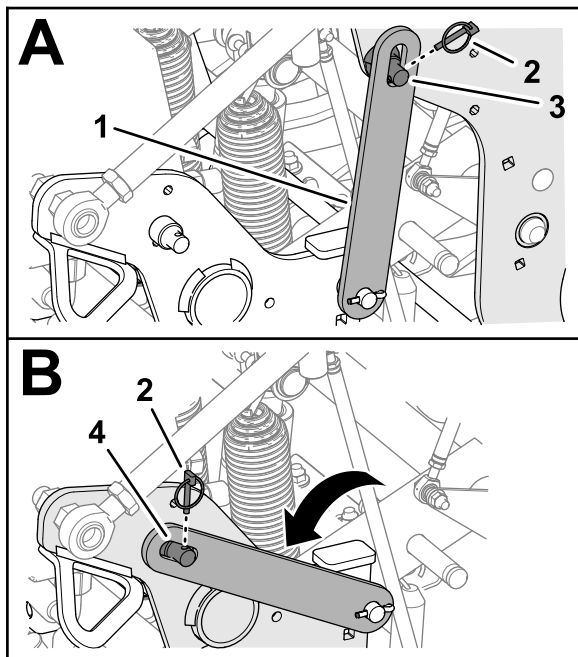

Figura 103
- Scoateți tiftul care fixează elementul de blocare de service la tiftul de susinere a capului de carotaj (Figura 103).